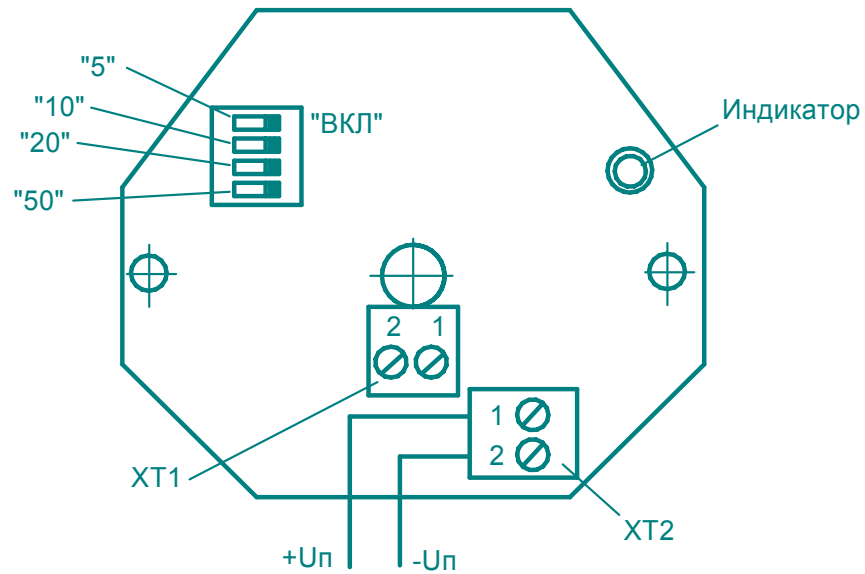

Рисунок 17 – Внешний вид электронного модуля датчика 1КСХХПИХ
3.3.3 Одноэлектродные датчики 1КСХХПИХХ (рисунки 13...15) состоят из чувствительного элемента 1 различных конструктивных исполнений и корпуса 2 с крышкой. На корпусе закреплен кабельный ввод 4 и имеется зажим заземления 3. Внутри корпуса расположен электронный модуль (рисунок 17), с установленными на нем клемным блоком, предназначенным для подключения датчика, блоком переключателей и светодиодом - индикатором срабатывания датчика.